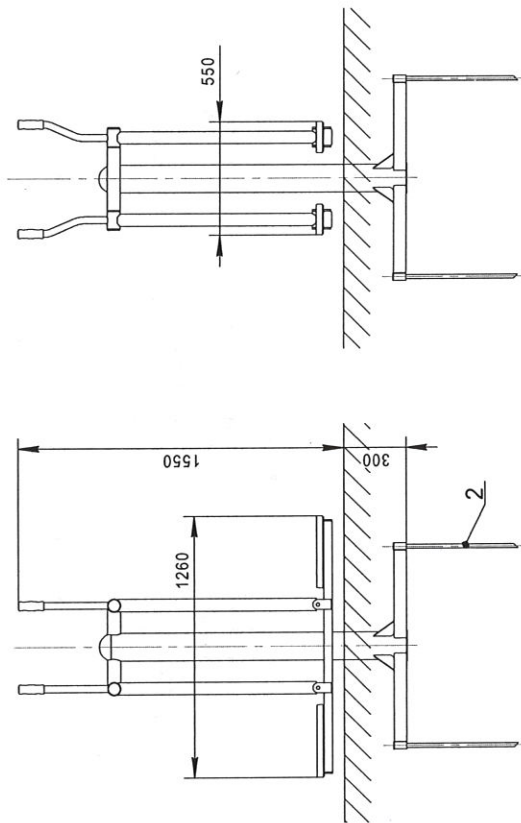

Рисунок 2 - Установка изделия
5.2 Выкопать в грунте приямок глубиной 300 мм (см. рисунок 2) под основание изделия.